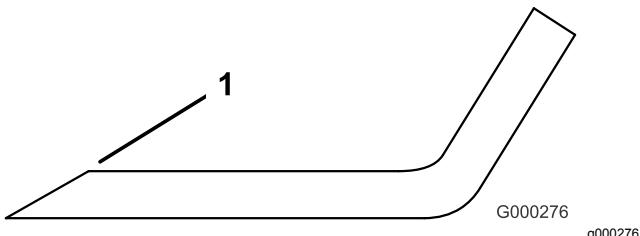

Figura 114
3. Inspeccione los filos de corte de todas las cuchillas, y afílelos si están romos o tienen mellas (Figura 114).
- Nota:** Afile únicamente la parte superior del filo y mantenga el ángulo de corte original para asegurar un filo correcto (Figura 114). La cuchilla permanece equilibrada si se retira la misma cantidad de material de ambos filos de corte.